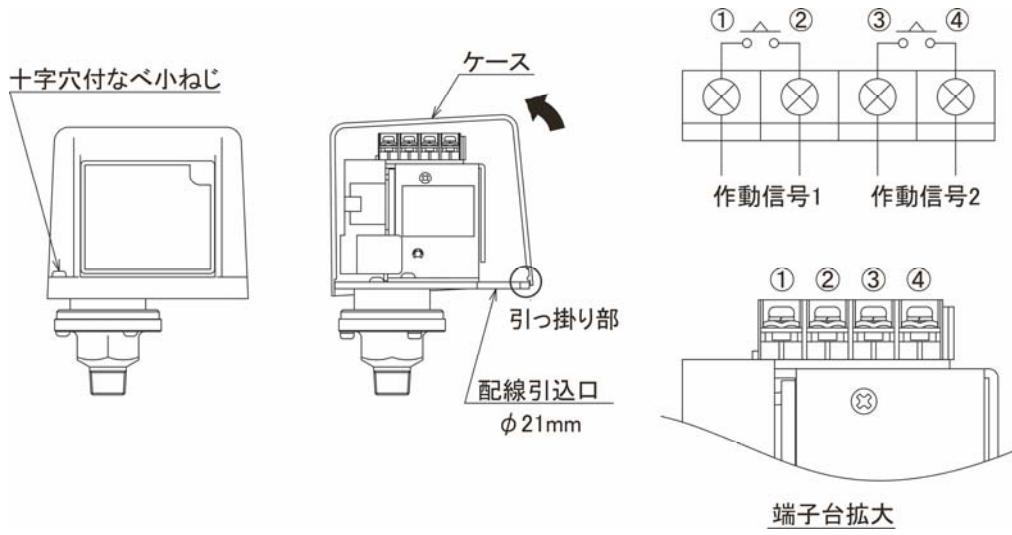
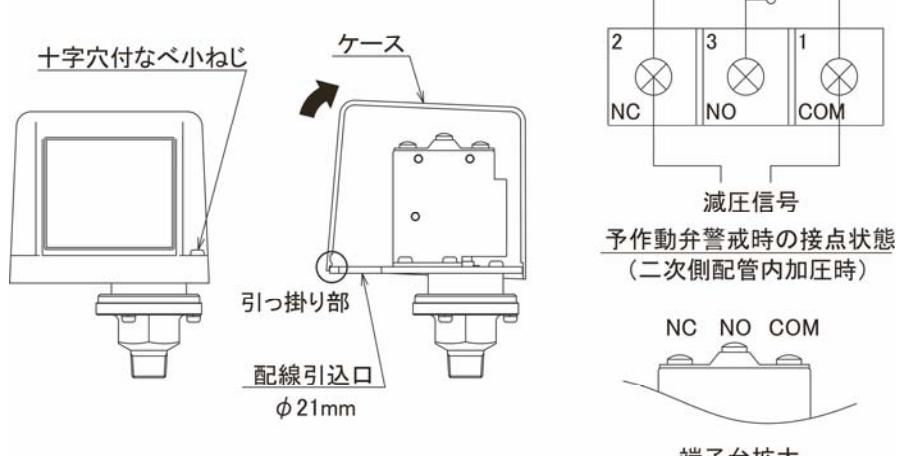

図21
図22
仕様は下表のとおりです。この範囲内でご使用ください。作動警報用圧力スイッチは2a接点仕様ですので、20ページの図21に示す端子番号「①ー②」または「③ー④」とプリアクション制御盤「SDP-nL」(以下、制御盤という場合があります)とを接続してください。減圧警報用圧力スイッチは1c接点仕様ですので、20ページの図22に示す端子「COM」ー「NC」とプリアクション制御盤「SDP-nL」とを接続してください。端子台への配線引込ロッドはφ21mmです。